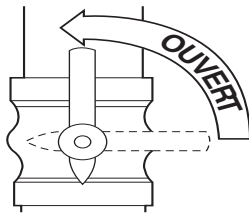

Fig. 15 - Ouvrir le robinet
9. Ouvrir le robinet de gaz externe manuel. Voir Fig. 15.